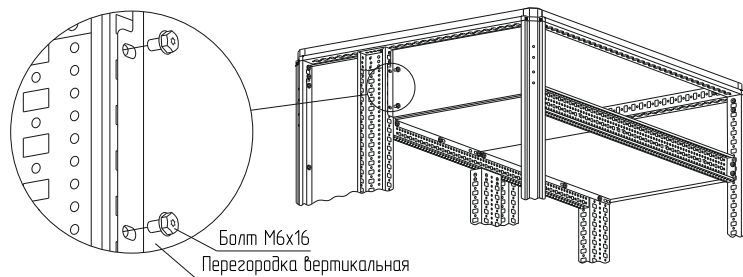

Рисунок 61
4.32.2 Закрепите перегородку к стойкам болтами М6×16 (рисунок 61). Момент затяжки – 7 Н·м. Болты в комплект не входят.